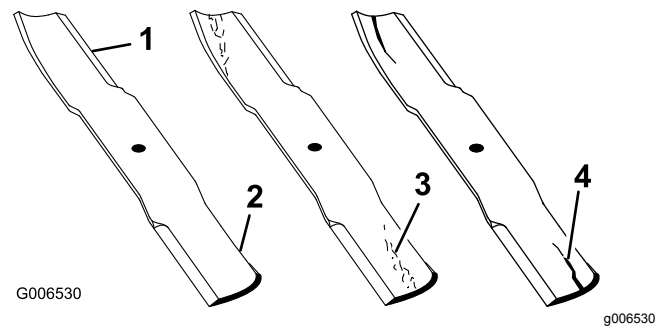

Bild 29
2. Prüfen Sie die Schnittkanten des Messers sorgfältig, insbesondere dort, wo die geraden Flächen die gebogenen berühren (Bild 29). Da Sand und anderes reibendes Material das Metall abschleifen kann, das die flachen mit den gebogenen Teilen verbindet, müssen Sie das Messer vor jedem Einsatz der Maschine prüfen. Wenn Sie Abnutzung (Bild 29) feststellen, wechseln Sie das Messer aus, siehe Entfernen und Einbauen der Messer \(Seite 21\).
Wenn sich das Messer abwetzen kann, bildet sich ein Schlitz zwischen dem Windflügel und dem flachen Teil des Messers (Bild 29). Zuletzt kann ein Stück des Messers abbrechen und aus dem Gehäuse herausgeschleudert werden. Das kann zu schweren Verletzungen bei Ihnen und Unbeteiligten führen.